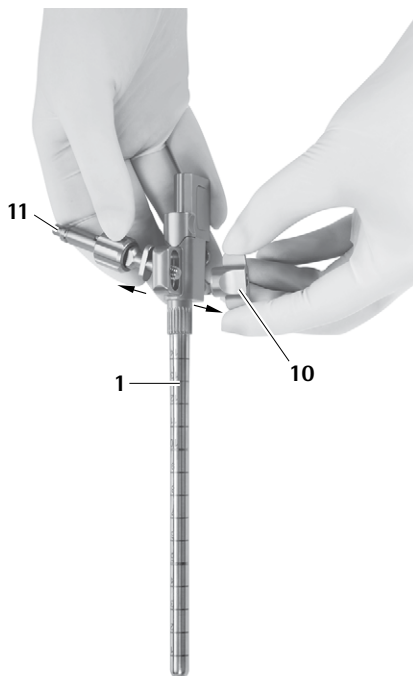

Рис. 13
- ▶ Удалить адаптер держателя 11, см. Рис. 13.